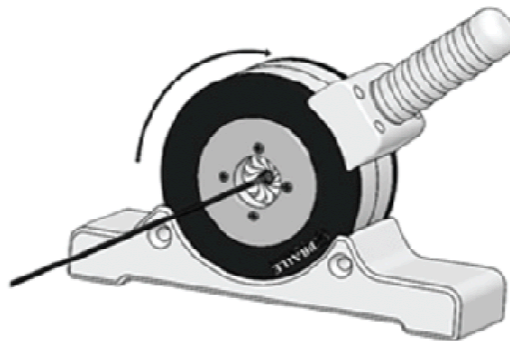

Figura 22: Ajuste parcial de la prótesis en el sistema de colocación, girando el mango del ajustador a aproximadamente 75% de su curso total.
H.4. Realizar el ajuste parcial de la prótesis, girando el mango del ajustador hasta aproximadamente 75% del curso total, como se muestra en la Figura 22, y luego devolverlo a la posición inicial.